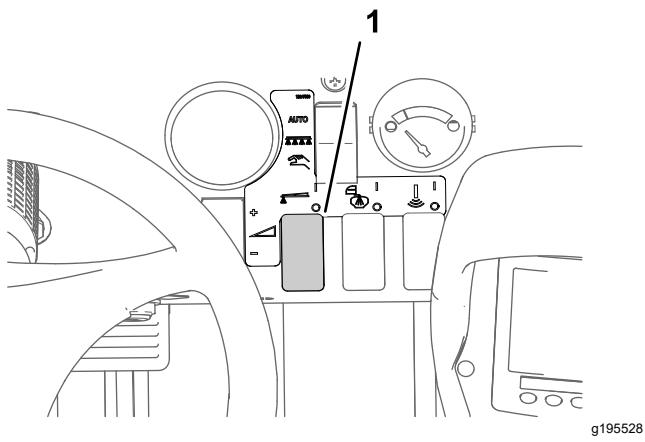

Bild 47
- Stellen Sie mit dem Dosierungsschalter den gewünschten Sprühdruck ein, wie in der Düsenauswahlanleitung angegeben, die mit dem Sprühfahrzeug geliefert wurde (Bild 47).